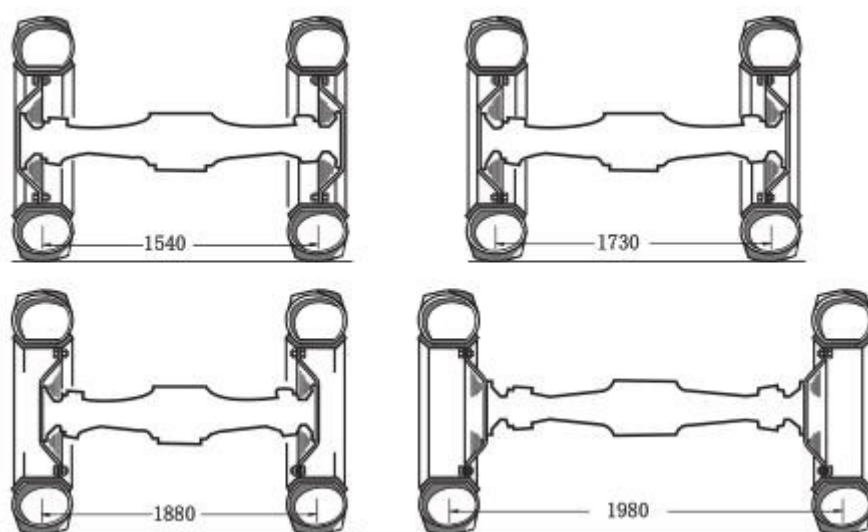

Figura 4-10 Bitola da roda dianteira
(1) Ajuste da bitola dianteira do trator 4x4 alterando a posição conjunta dos raios e aros, 4 tipos de rodas estão disponíveis (veja a figura 4-10). As rodas dianteiras estão equipadas com pneus de especificações 12.4-24 e traseiros 18.4-30. Escolha uma distância entre eixos igual ou superior a 1730 mm. Parafuso limitador da direção destacável A para aumentar o ângulo da roda dianteira (veja a figura 4-14).